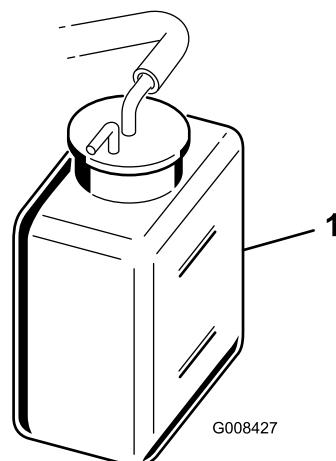

图28
2. 检查冷却液液位 (图28)。发动机冷却时, 液位应介于备用水箱的上下两条线之间。